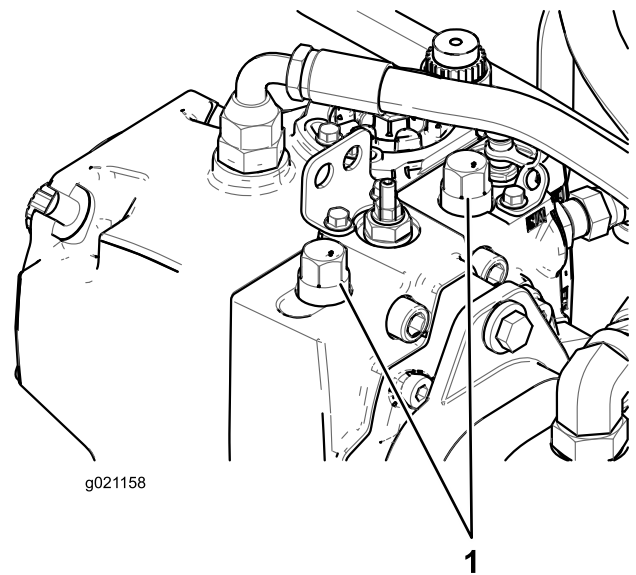

Рисунок 35
1. Поднимите капот и найдите на насосе байпасные клапаны (Рисунок 35).